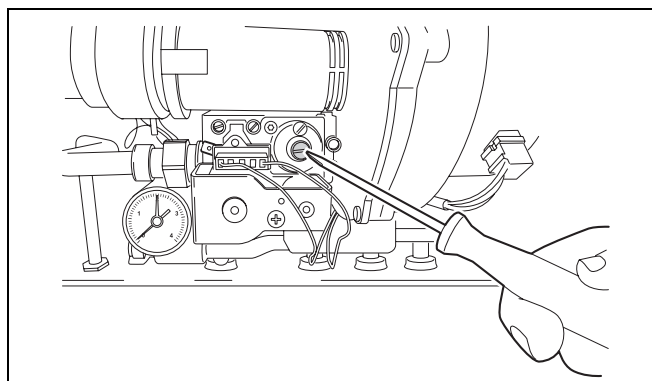

Fig. 23 Regolazione del rapporto gas/aria
- Qualora la proporzione gas/aria si discosti dai valori di cui sopra, regolarla mediante la vite di regolazione (fig. 23, pos. 1). La vite di regolazione si trova dietro la vite di copertura.